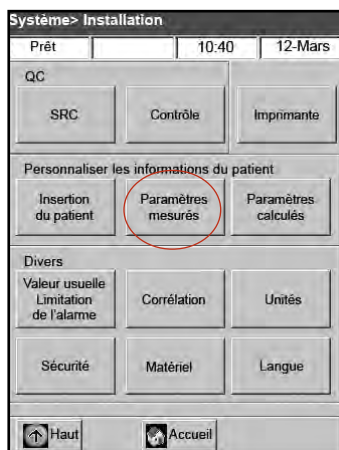

Figure H-10 : Écran "Système> Configuration"
3. Sur l'écran "Configuration", sélectionnez "**Paramètres mesurés**" (Figure H-10).